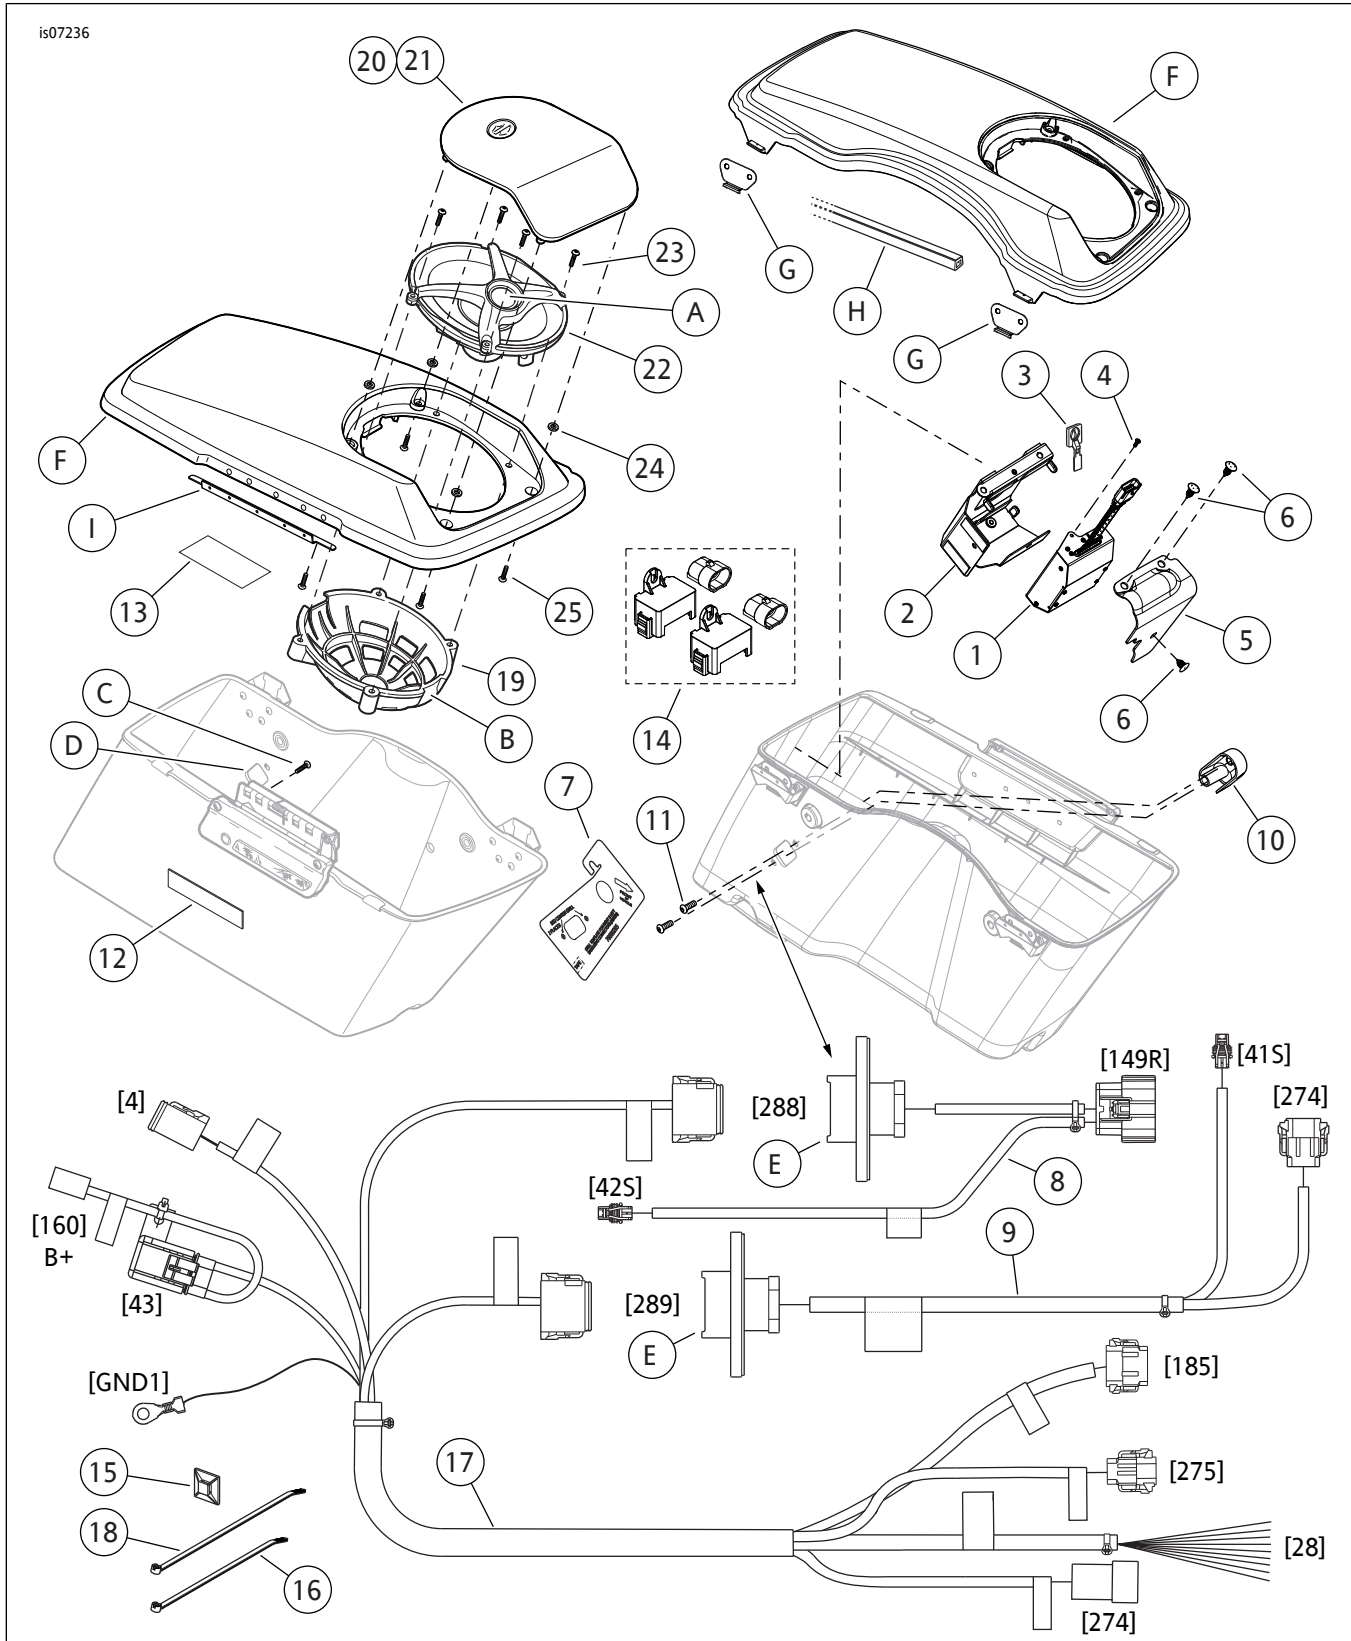

图7。维修零件：CVO扬声器扩展套件
5. 参见图7.从套件中取出后部放大器(1)、支架(2)、T型螺柱固定器(3)、螺丝(4)、盖(5)和三个快速固定夹(6)。
1. 参见图7。从套件中取出音频线束(17)。
9. 参见图7。将音频线束(17)前部分的四个分支在挡风板内沿互连线束的路线铺设至内侧挡风板的左上角。